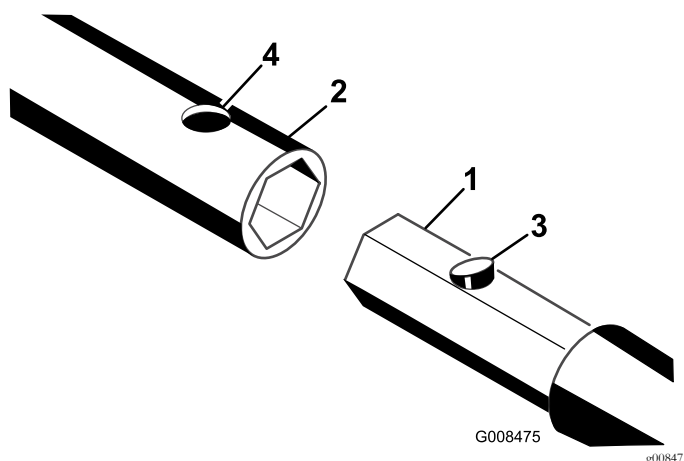

Figure 3
2. Glissez l'axe hexagonal d'une tige, d'un trépan ou d'un alésoir dans la l'alésage de l'arbre. Placez le trou de l'arbre en face du raccord à bouton-poussoir (Figure 3).
3. Appuyez sur le bouton-poussoir du raccord et poussez l'axe de l'outil dans l'alésage de l'arbre jusqu'à ce que le bouton-poussoir s'enclenche dans le trou de l'alésage (Figure 3).